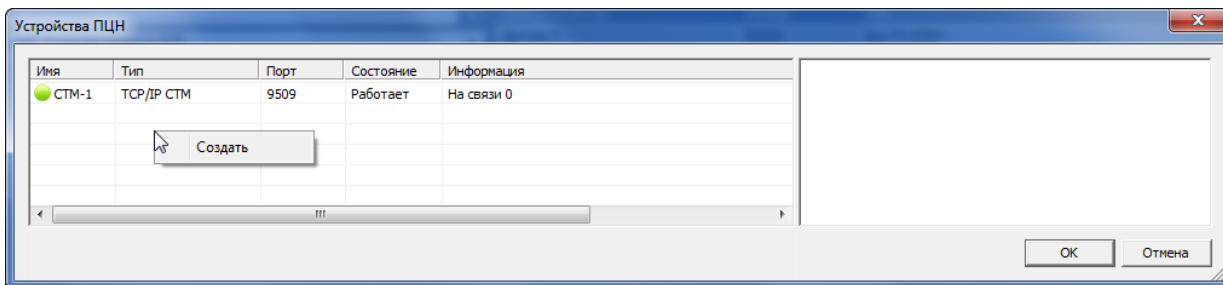

Рисунок 9.1 – Окно *Устройства ПЦН*
- 3) В открывшемся окне *Устройства ПЦН* щелкните правой кнопкой мыши по свободному месту и в контекстном меню выберите *Создать* (см. рисунок 9.1).